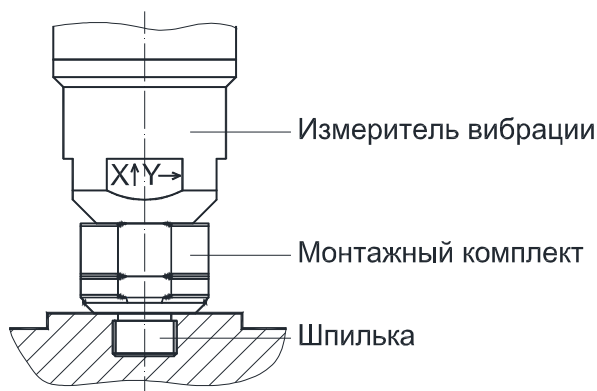

Рисунок 2
- - Выкрутить шпильку из вибропреобразователя (см.рис.2)